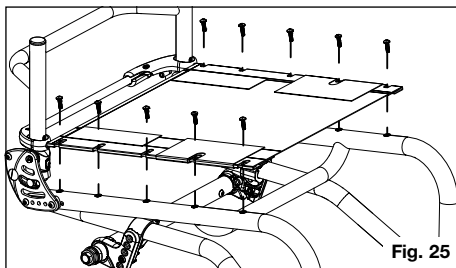

Fig. 25
2. Løsne skruene (fig. 25,26) på samme side av setetrekket som klaffen for justering av strammingen befinner seg.
6. Stram til stjernehodskruene på nytt (fig. 25,26).
1. Fjern stjernehodskruene på 5 mm (fig. 25,26) fra seteskinnene på hver side av rammen, og legg de til siden.
5. Sett inn de 5 mm stjernehodskruene igjen (fig. 25,26) ved å skru dem delvis inn. Så snart alle skruene er satt delvis inn, går du tilbake og strammer alle.